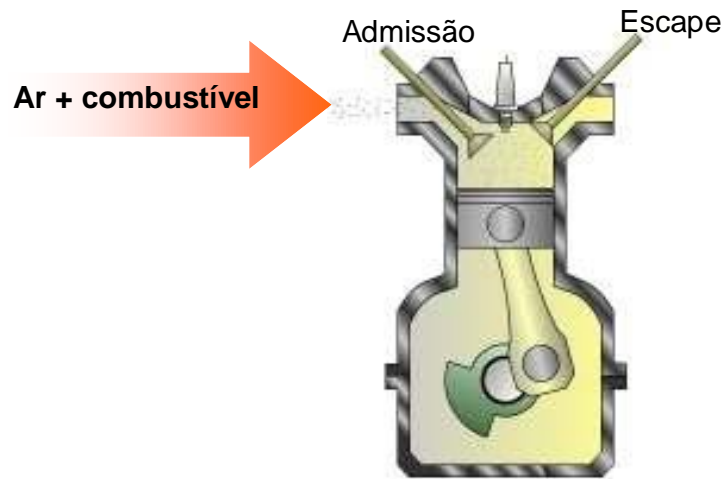

Figura 9 - Esquema da admissão no ciclo Otto 4 tempos
- Primeiro curso: Admissão. Nessa etapa, as válvulas de admissão (a ser apresentada na aula de Sistemas Complementares) estão abertas para a entrada da mistura ar e combustível (mistura feita fora do cilindro). O êmbolo se desloca do ponto morto superior ao ponto morto inferior (Figura 9).